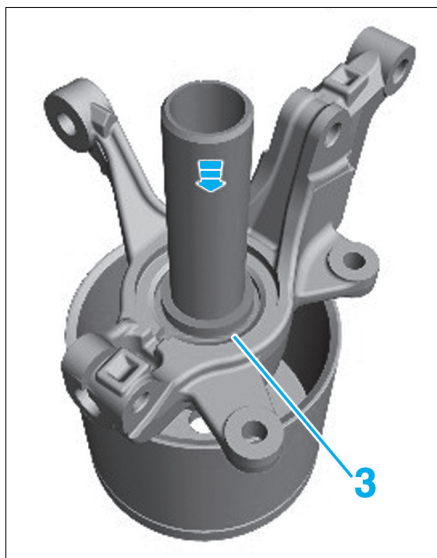

Fig. 18
- A l'aide d'un mandrin approprié et d'une presse hydraulique, extraire la bague extérieure (3) sur le pivot (Fig.18).